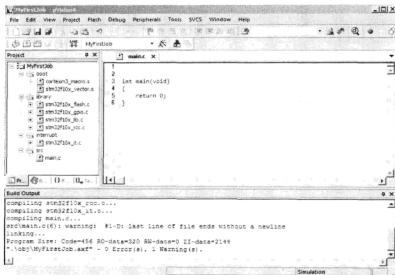

图 4.4.18 进行工程编译
⑤ 按下 F7(Build 的快捷键)进行编译,应该看到如图 4.4.18 所示界面。
图 4.4.18 中,最下面的 Build Output 区是编译信息框,开发人员可以从中获取编译信息,如代码量、错误信息和警告信息等,可以发现此次编译结果为:0 Error(s),1 Warning(s),即“0 个错误,1 个警告”;同时可以看到对这个警告的解释为: last line of file ends without a newline. 这是 gcc 编译器一个很常见的警告,意思是当前文件(main.c)并不是以一个空行结尾,只要在 main.c 的最后加上一个空行再编译就可以去掉这个警告了。